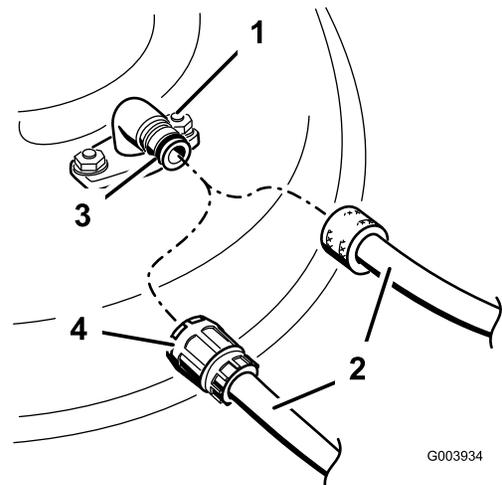

Figura 73
- Montate il manicotto del tubo flessibile sul raccordo di lavaggio del tosaerba, quindi aprite il rubinetto per erogare un getto forte (Figura 73).